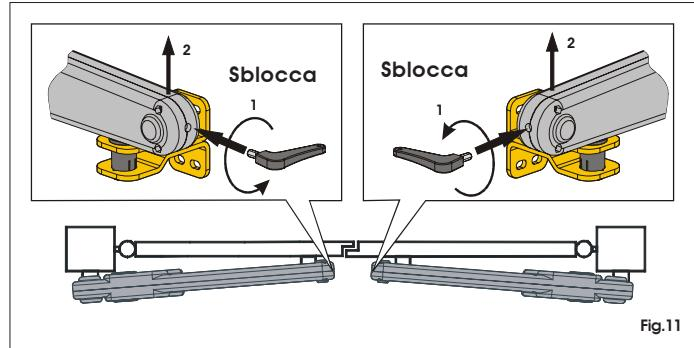

Fig.11
- Inserire la chiave a brugola in dotazione nella parte anteriore dell'operatore e ruotarla in senso antiorario per 5-6 giri (Fig. 11 Rif. 1).
- Sollevare l'operatore dalla parte anteriore disaccoppiandolo dall'attacco (Fig. 11 Rif. 2) e sfilare la chiave di sblocco.